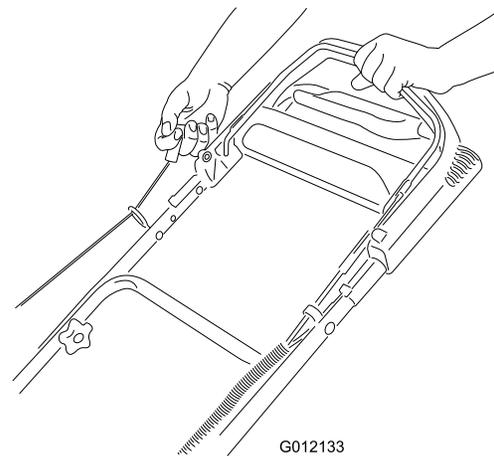

Figure 13
3. Tirez sur la poignée du lanceur (Figure 13).